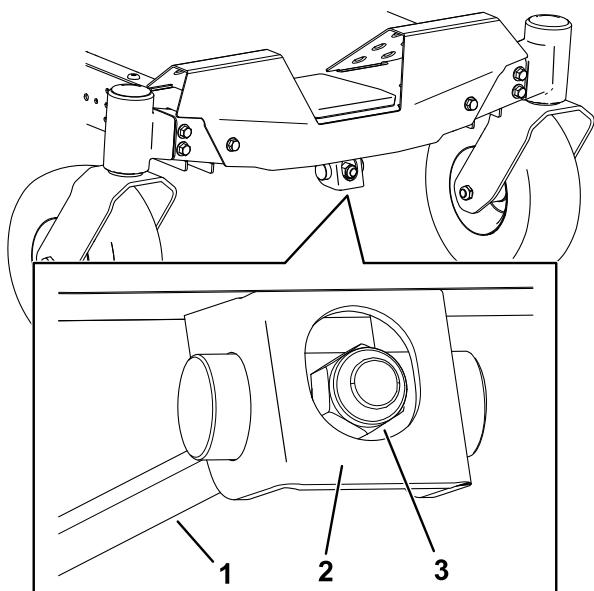

Figure 66
1. Tournez l'écrou de réglage à l'avant du tablier de coupe (Figure 66).